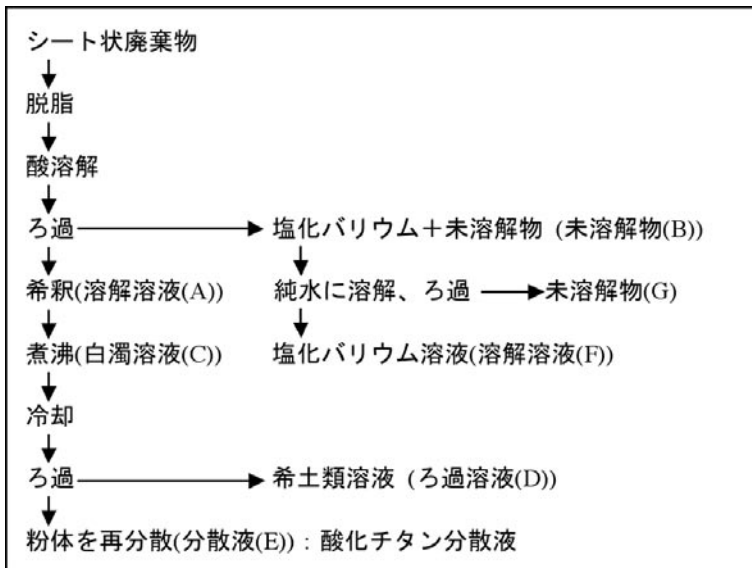

図1 プロセスフロー
実験のプロセスを図1に示します。BT系シート状廃棄物を出発原料とし、含まれる有機成分を燃焼除去するために熱処理を行い、脱脂粉体を得ました。次に、脱脂粉体を強塩酸に溶解し、溶液をろ過して溶解溶液(A)と未溶解物(B)に分離しました。次に溶解溶液(A)を希釈し、還流装置をつけたビーカー内で煮沸処理を行いました。煮沸処理により得られた白濁溶液(C)をフィルタでろ過し、ろ過溶液(D)を得た。フィルタに残留した白色物質を再度純水中に分散させ、分散液(E)を得ま
した。一方、未溶解物 (B) は、純水中に溶解後、さらにろ過し、溶解溶液 (F) と未溶解物 (G) を得ました。(図 1 参照)